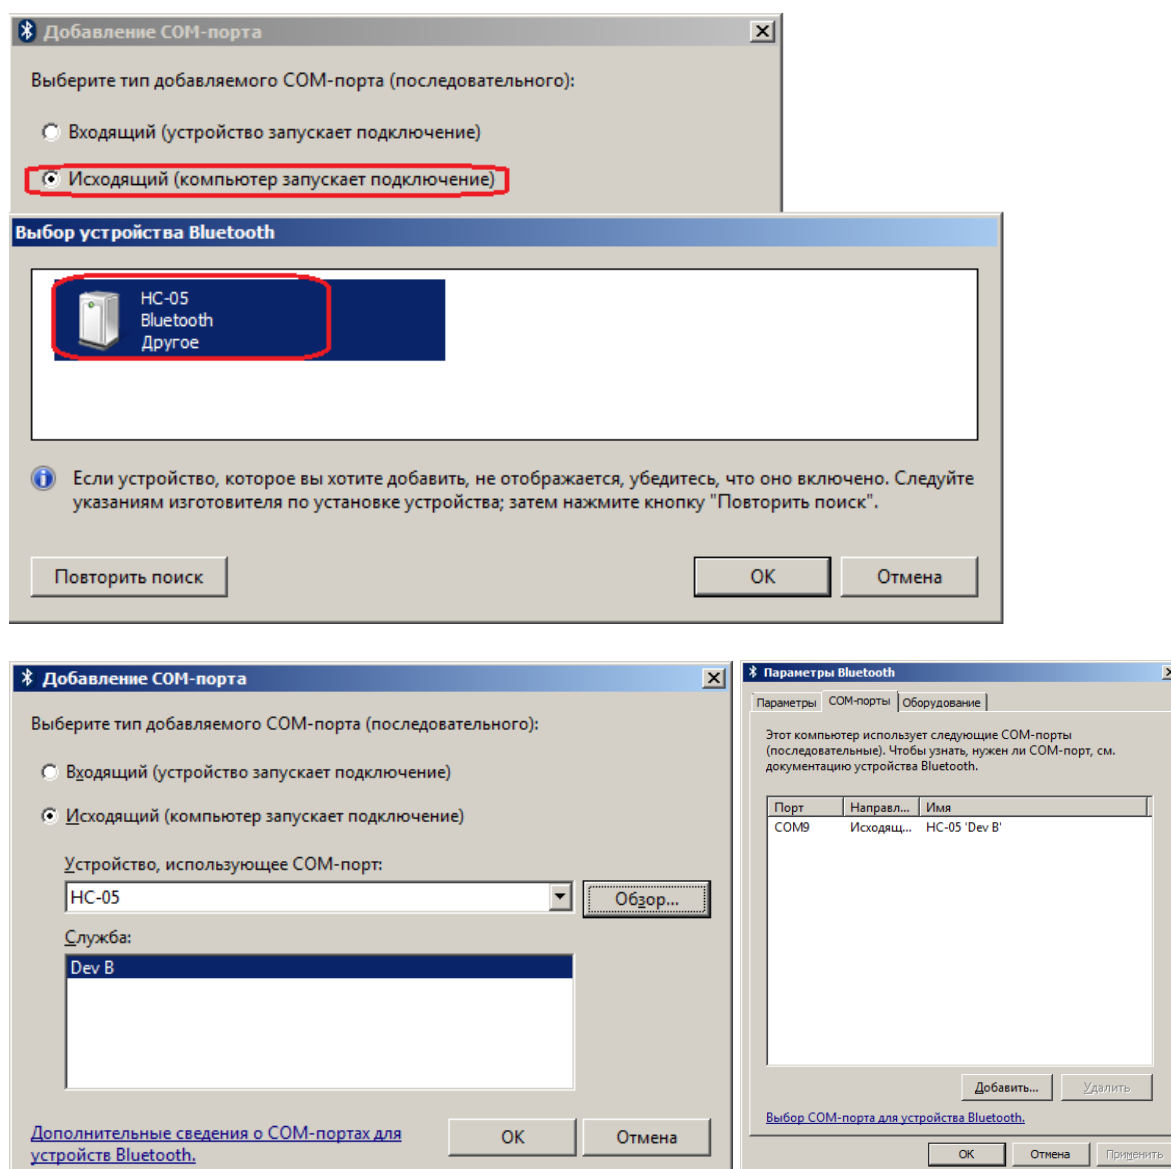

Рисунок 7. Поиск и подключение исходящего COM порта Bluetooth адаптера.
Пример подключения исходящего COM порта USB адаптера в Windows 7 показан на Рисунок 7.
5. Для связи с модулем HC-05 переведите COM порт компьютера N1 в исходящий режим (компьютер запускает подключение), как показано для ОС Windows 7 на Рисунок 7. В этом режиме компьютер управляет передачей и приемом данных. Модуль HC-05 будет работать в slave режиме. Номер добавляемого COM порта не должен быть больше 20.